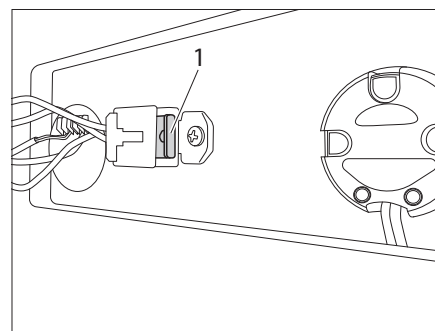

Fig. 82 Sostituire il fusibile
- Sostituire il fusibile (Fig. 82,1).